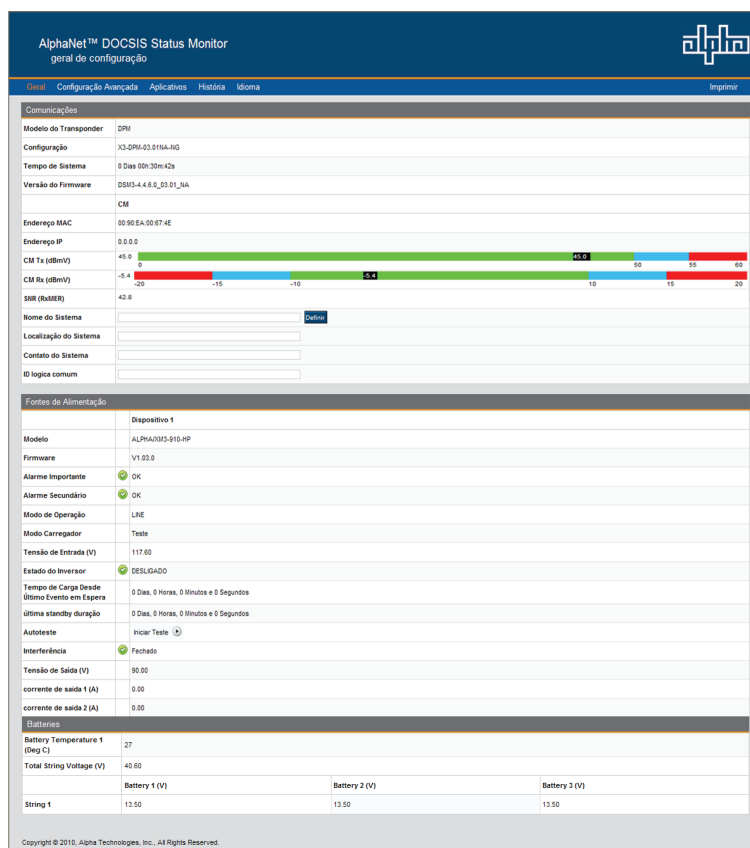

Fig. 2-15, Página inicial do servidor web
4. A página inicial do servidor web do transponder DSM3 Series será exibida (Fig. 2-15).